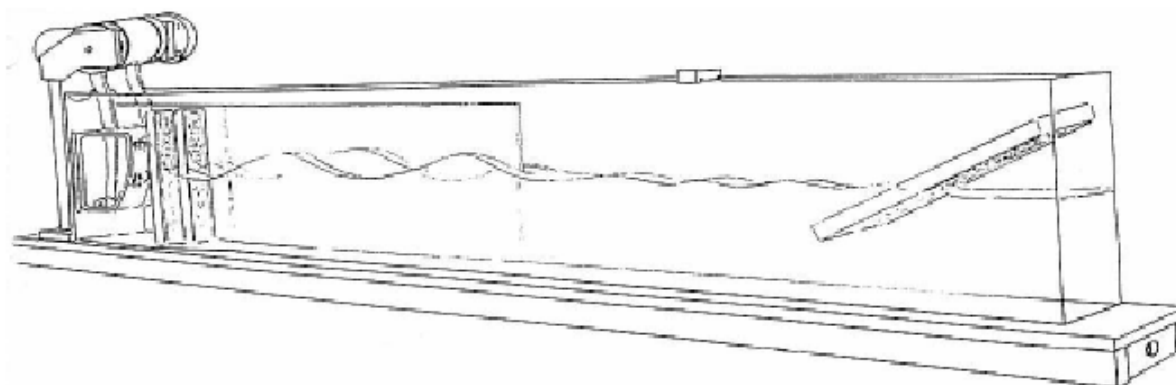

Fig. 1 Struttura del canale per onde d'acqua
- Riempire il canale per onde d'acqua fino al livello segnato con acqua a cui è stata aggiunta un po' di fluoresceina (fig. 1).
Nell'area della piastra di separazione si osserva chiaramente lo spostamento di fase delle due onde separate. Nella parte del canale a forma di I, non separata dalla piastra, le due onde si uniscono e si annullano (fig. 1).